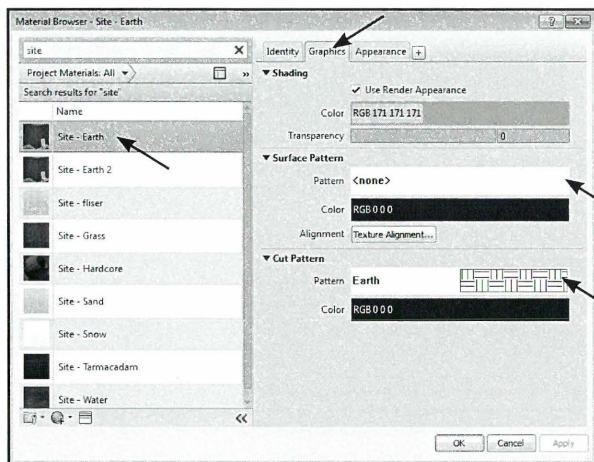

Fig. 10.84. Sørg for at *Material Editor* står på *Graphics*.
- Klik På *Graphics*, hvis den ikke allerede er markeret (Fig. 10.84).
- Tryk på skraveringen under *Cut Pattern* (Fig. 10.84).